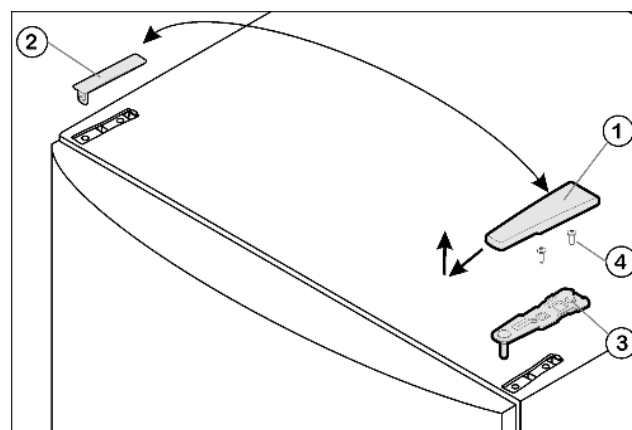

Fig. 4
- Tirer le cache Fig. 4 (1) vers l'avant et l'enlever par le haut.
- Retirer le cache Fig. 4 (2).
- Dévisser la charnière supérieure Fig. 4 (3)(2 vis Torx 25) Fig. 4 (4) et l'enlever par le haut.
- ▶ Placer la charnière supérieure *Fig. 4 (3)* sur le nouveau côté charnière dans la porte.
- ▶ Visser le support d'appui supérieur avec un couple de serrage de **4 Nm** (2 Torx 25) *Fig. 4 (4)*. Pointer les trous de vissage ou utiliser une visseuse sans fil.
- ▶ De l'extérieur, poser puis encliquer le cache *Fig. 4 (1)* et le cache *Fig. 4 (2)* sur le côté opposé.